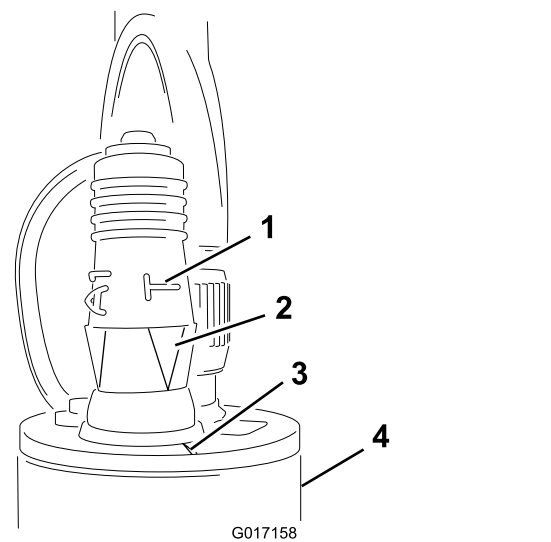

图 22
3. 将可编程插头安装到传感器上 图 22。
重要事项 确保横向的“T”下方的箭头与传感器上沿的槽口对齐 图 22。